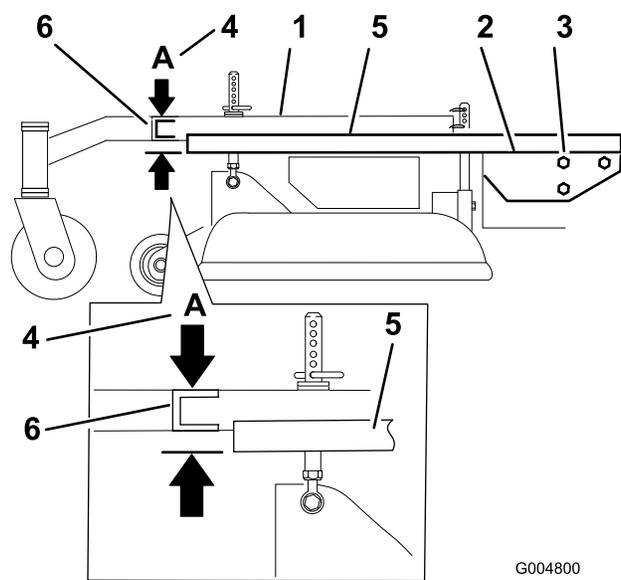

Figura 52
- Posizionate un lungo bordo diritto sopra la scocca del motore come illustrato in Figura 52.
- Al canale trasversale del telaio portante, misurate l'altezza al punto **A** (Figura 52). Questa misura deve essere di 33 mm, più o meno 6 mm.
- Allentate i bulloni di fissaggio del telaio portante su entrambi i lati della macchina (Figura 52).
- Allineate il telaio portante e la scocca del motore portandoli a 33 mm, più o meno 6 mm alla posizione **A** (Figura 52).